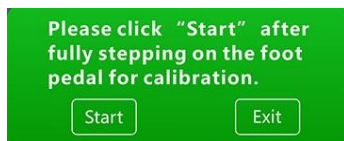

Figura 8
5.7.2 En la configuración de la interfaz, toque la tecla “9”, la tecla de calibración, toque la tecla Inicio y aparecerá la interfaz que se muestra en la Figura 8, 9. Pise completamente el pedal hasta que muestre 100% y suelte el pedal para finalizar la calibración.